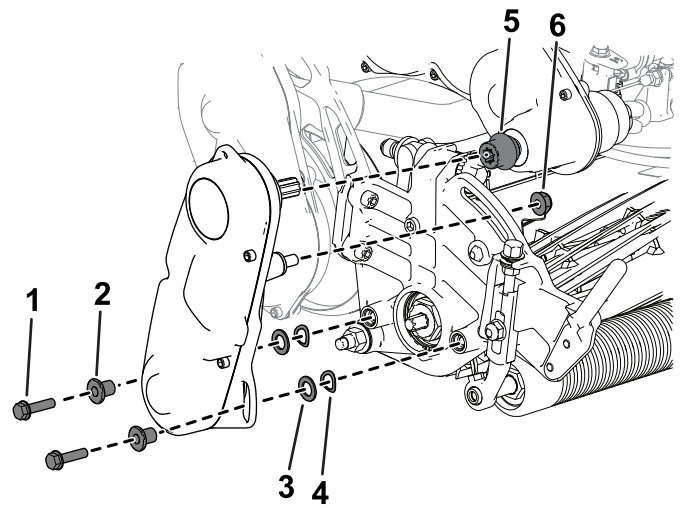

Figura 50
3. Rimuovete il gruppo di trasmissione del cilindro dall'apparato di taglio (Figura 50) e conservate la bulloneria.